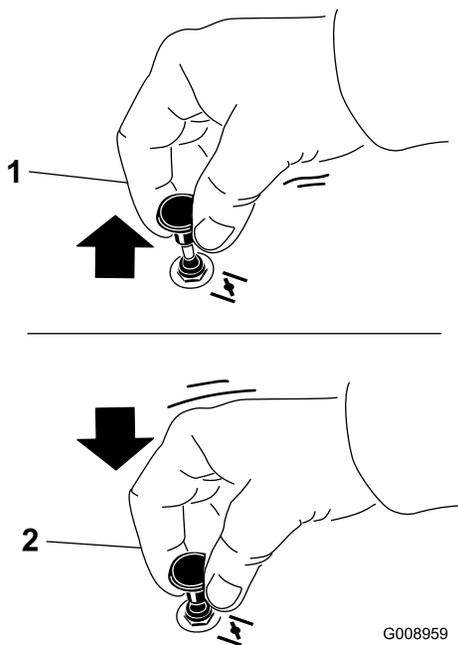

Figure 13
2. Tirez sur la commande de starter pour engager le starter avant d'utiliser le commutateur d'allumage (Figure 13).
3. Poussez sur la commande pour désengager le starter lorsque le moteur a démarré (Figure 13).